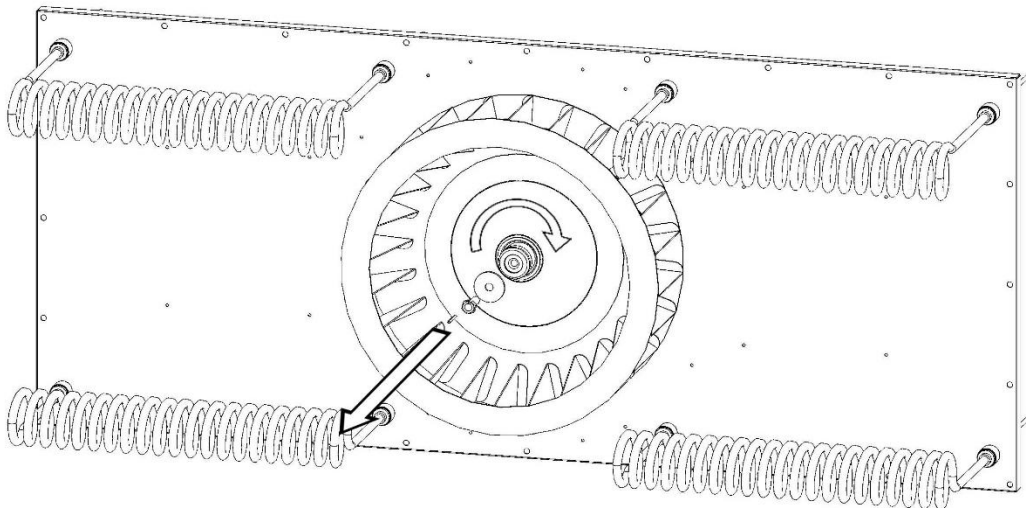

Fig.7
7. Togliere la spina di sicurezza e la vite di fissaggio della ventola (Fig.7).
Toccando l'icona "Tachimetro percentuale" (Fig.7) si apre il menù di modifica del parametro di correzione di velocità del motore ($\pm 0 \div 10\%$).